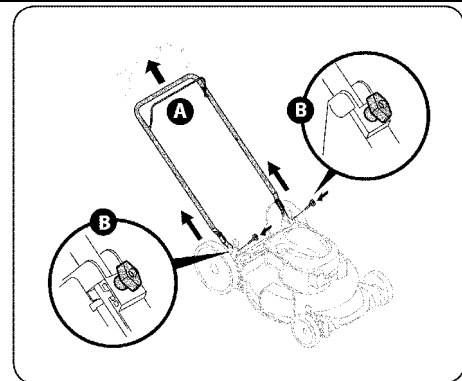

Рис. 4
- Потяните вверх ручку, пока отверстия в нижней части ручки (показано на Рисунке 3 разрез деки) совпадали с отверстиями в кронштейне ручки. См.Рисунок 4.
- Вставьте Т-образные болты, снятые на шаге ранее через отверстия в кронштейне ручки и нижней части ручки и надежно затяните, зафиксировав ручку на месте. См. Рис. 4.